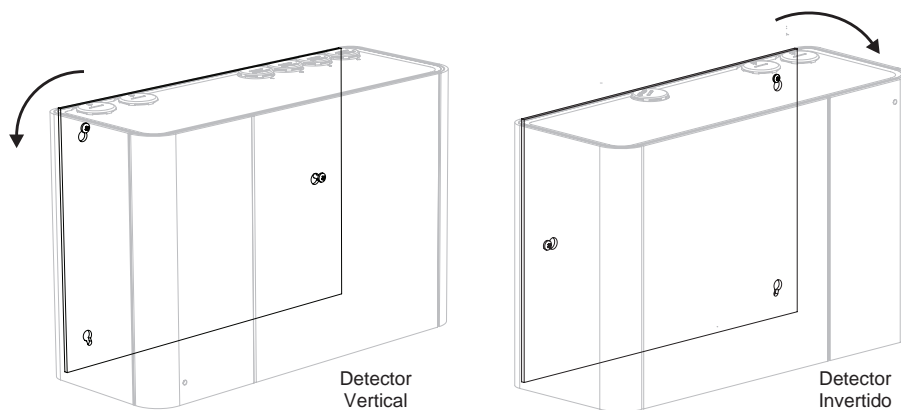

Figura 4-30: Gire el detector
- Gire el detector en sentido contrario a las agujas del reloj (o en el sentido de las agujas del reloj si el detector está invertido) para fijar el detector sobre el tornillo (Figura 4-30).